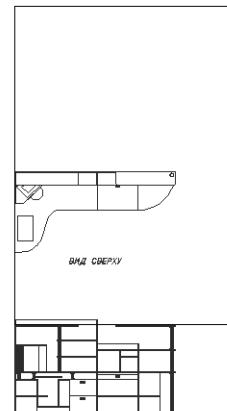

Рис. 10.18 ▼ Масштаб чертежа изменен так, чтобы были видны все текущие объекты, включая только что созданную границу формата
4. Воспользуйтесь инструментами **Панорамирование в реальном времени** (Pan Realtime) и **Зумирование в реальном времени** (Zoom Realtime) с целью обеспечения отображения в области черчения всех видимых объектов текущего чертежа (рис. 10.18).